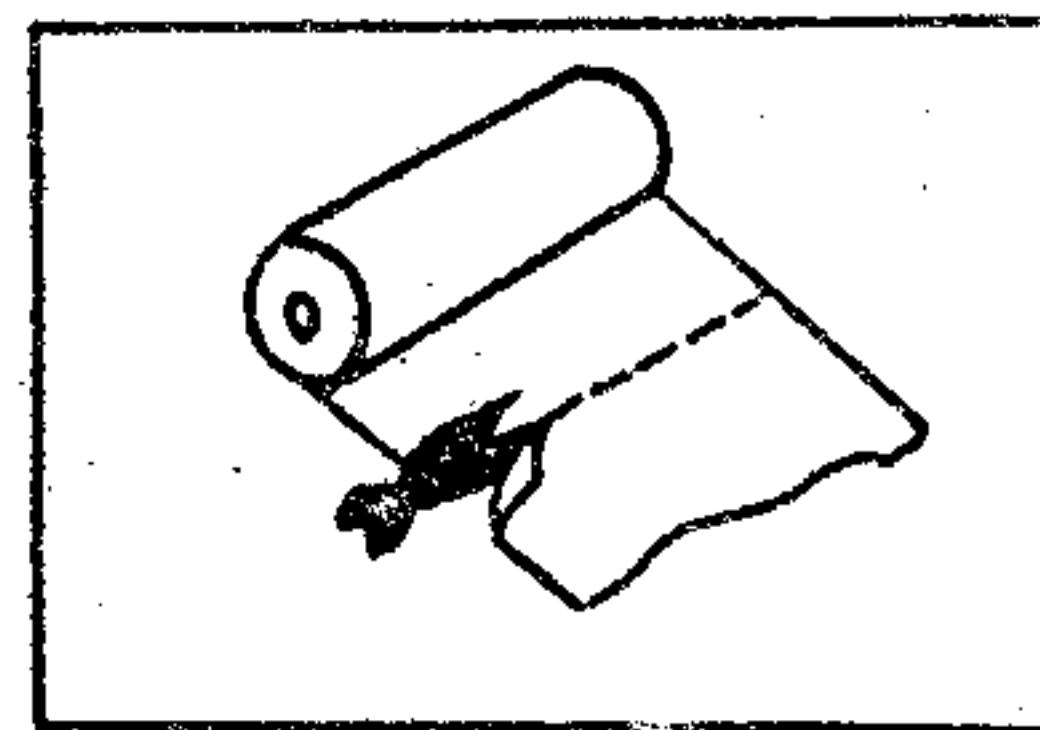

Рис. 6.3
2) при необходимости подравняйте конец бумажной ленты рулона как показано на рис. 6.3;